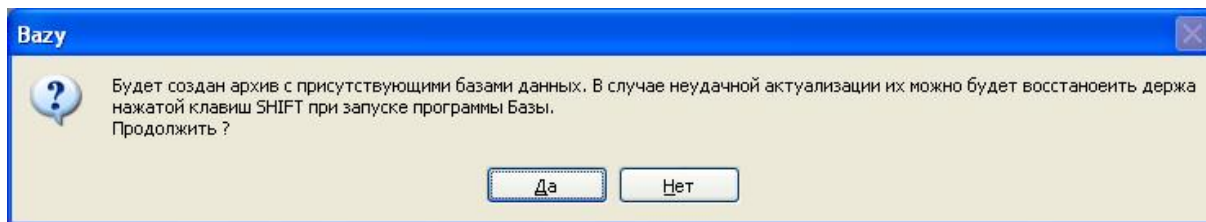
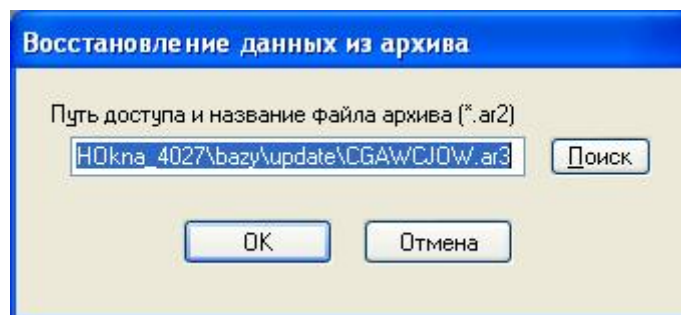

Рисунок 56. Актуализация баз данных дилера
Рисунок 57. Воспроизведение данных
- **Актуализация баз данных дилера** – параметр доступен в дилерской версии программы. Выбрав этот параметр, мы увидим сообщение о создании запасной копии актуальной базы данных (рис. 56). Следующее окно **Воспроизведение данных** позволит воспроизвести файл с актуальными базами данных дилера после указания адреса файла (рис. 57).